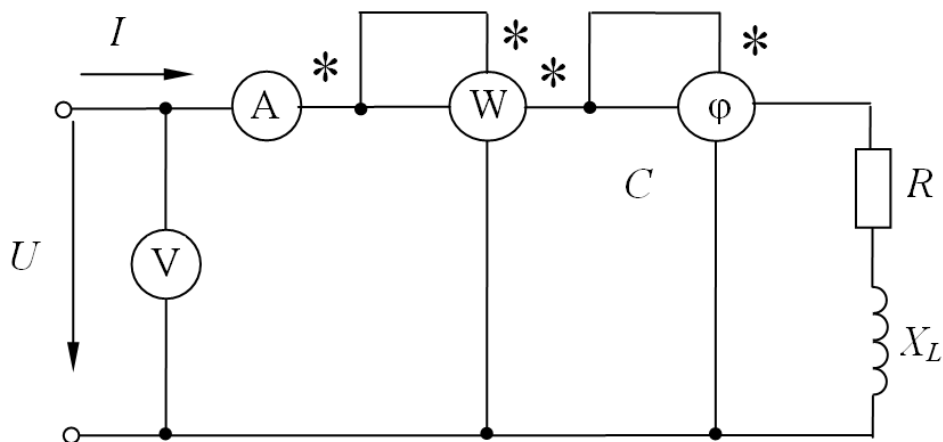

Рисунок 15 – Электрическая цепь с катушкой переменного тока задачи для самостоятельного решения
**Задача.** В цепь переменного тока частотой 50 Гц (рисунок 15) включена катушка, обладающая активным сопротивлением  $R$  и индуктивным сопротивлением  $X_L$ . К цепи приложено напряжение  $u = U_m \sin \omega t$ . Определить показания измерительных приборов, а также активную, реактивную и полную мощности цепи. Построить треугольник сопротивлений и векторную диаграмму при  $R = 3$  Ом;  $X_L = 4$  Ом;  $U_m = 282$  В. Осуществить моделирование работы схемы в среде Multisim.